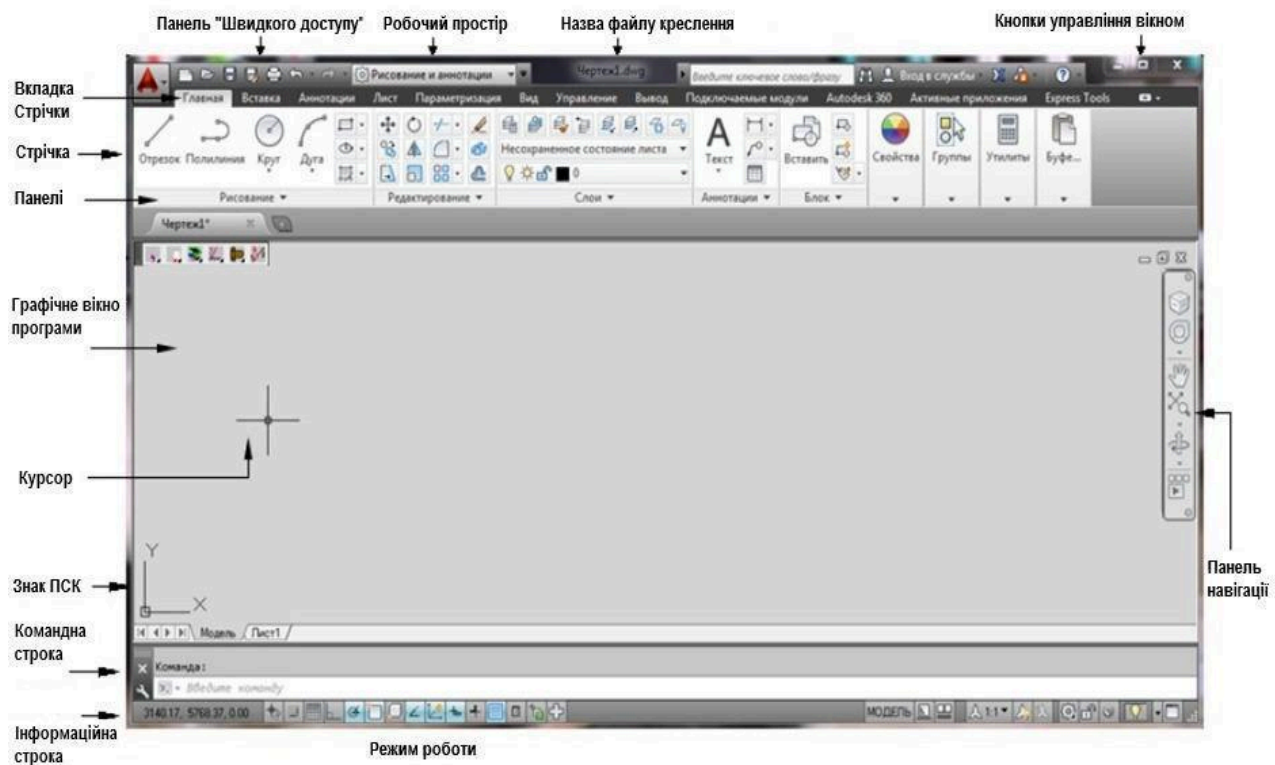

Рисунок 8.2 – Загальний вигляд вікна програми
2. З урахуванням розмірів зображення визначити потрібний формат, обрати початок координат. Усі графічні побудови виконують у просторі *Модель*, а оформлення креслення: розміри, рамку та основний напис – у просторі *Лист* (рис. 8.2).